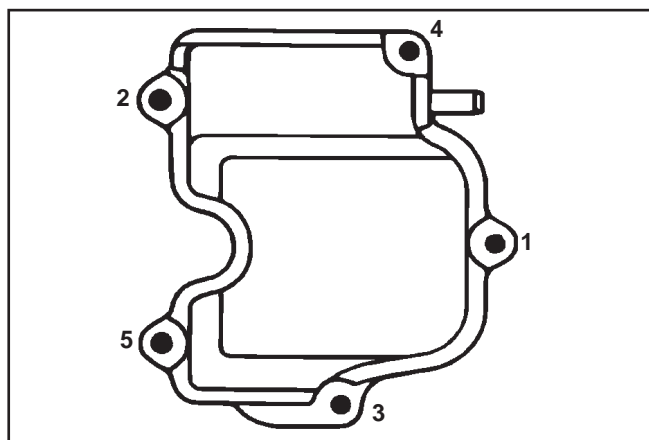

**Abbildung 11-44. Ventildeckel installieren. (hier mit Guss/Aluminiumdeckel).**
3. Montieren Sie den Ventildeckel, sowie etwaige Halterungen (Auspuff, Kraftstofftank und/oder Hebehalterung\*) und lose Abstandsstücke (geschlagener Stahldeckel), die ursprünglich am Zylinderkopf befestigt waren. Sichern Sie die Einheit mit fünf Sechskantflanschschrauben. Siehe Abbildung 11-44.